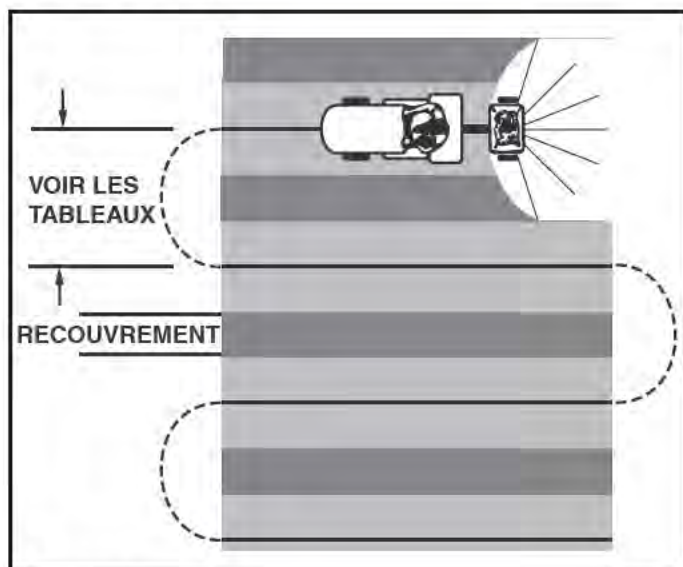

FIGURE 8
8. Pour assurer un épandage uniforme, effectuez chaque passe de sorte que sa couverture recouvre légèrement celle de la passe précédente, comme indiqué par la figure 8. Les largeurs approximatives de couverture pour différents produits sont indiquées dans le tableau d'application ci-contre.